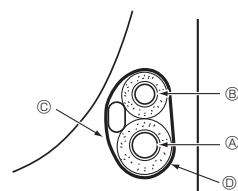

Fig. 4-4
- (A) Koelleiding muurzijde
- (B) Koelleiding apparaatzijde
4.4.1. Plaatsing in de leidingruimte van het apparaat (Fig. 4-4)
- (A) Gaspijp
- (B) Vloeistofpijp
- (C) Verbindingskabel binnen/buiten
- (D) Viltband ③